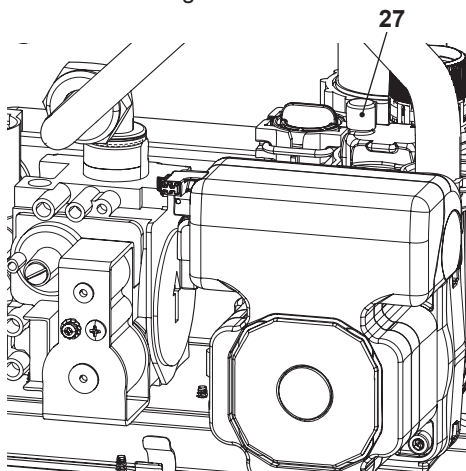

Figura 6.3
- Svitare il tappo della valvola di sfiato automatica 27 in Figura 6.3.